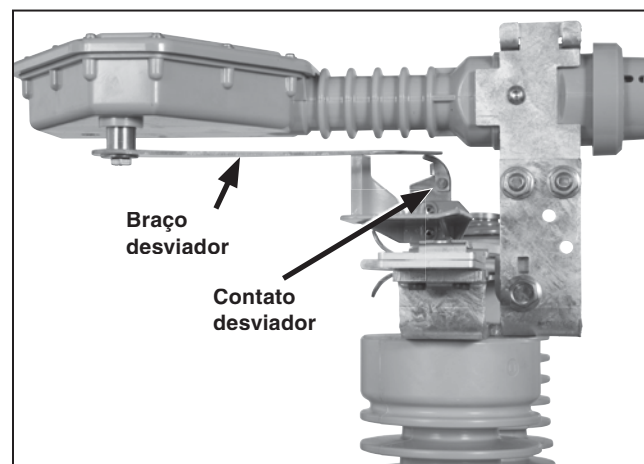

Figura 35. O contato desviador deve guiar o braço desviador para a posição.
- (a) O braço desviador deve ser guiado para a posição pela parte curvada posterior do contato desviador. Ver Figura 35.